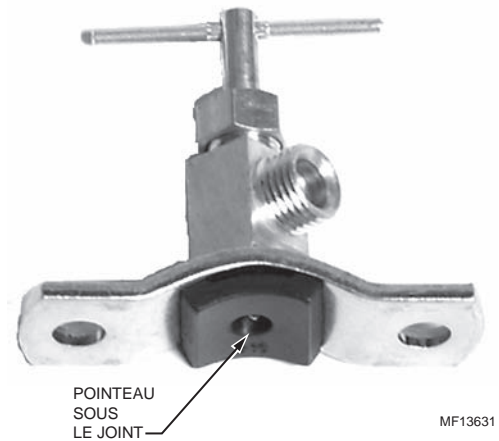

Fig. 31. Ajustement du robinet-vanne à étrier dans une installation sur un tuyau en cuivre.
2. Tourner la poignée dans le sens antihoraire jusqu'à ce que le pointeau soit en dessous du joint en caoutchouc. Voir la figure 31.